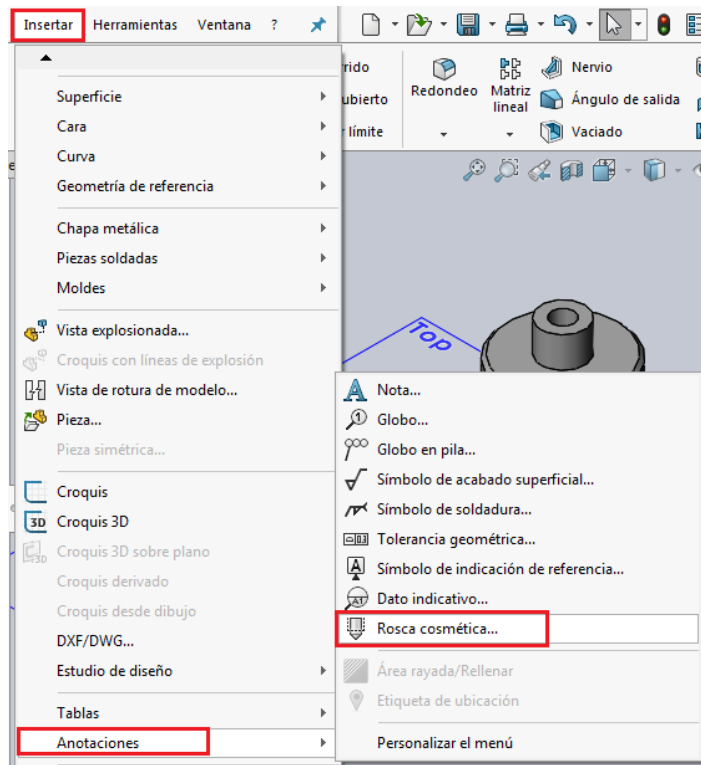

Ilustración 136
Paso 2: Se da clic en **Insertar** ubicado en la parte superior de la pantalla, se busca la opción **Anotaciones** y finalmente **Rosca Cosmética** (ver ilustración 136)